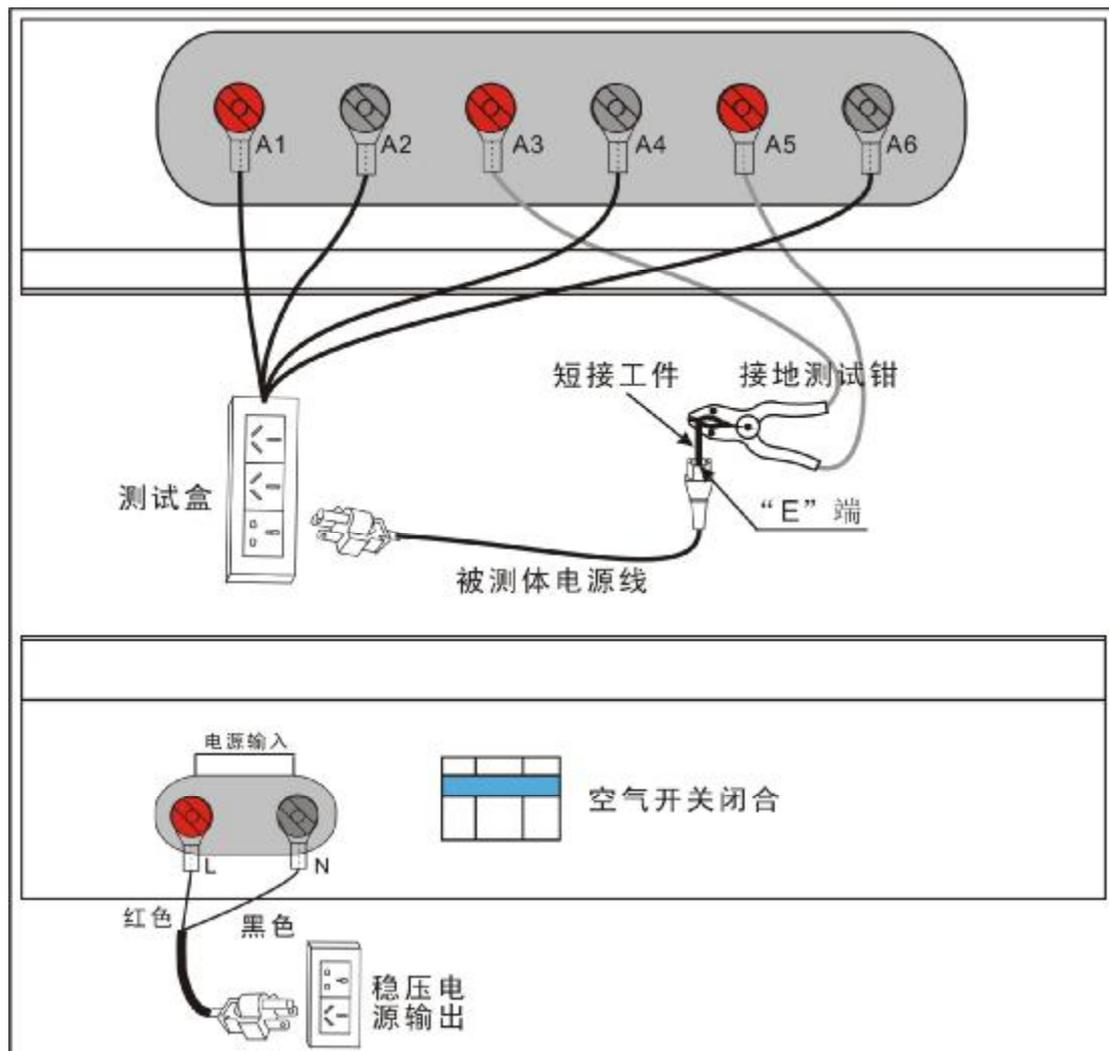

图 4-6-1 补偿测试接线示意图
补偿测试接线，如图 4-6-1 所示。
当补偿测试过程出现不合格 (NG)、保护 (PT、HP) 测试项或泄漏电压为 0.0V 等异常时，请按`停止`键放弃本次补偿，检查并确认接线符合图 4-6-1 的要求后，重新进行补偿。